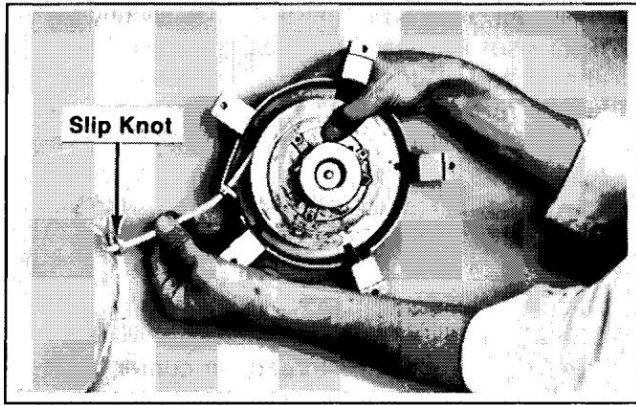

Figure 7-23. Enroulement de la corde sur la poulie.
17. Tenez fermement la poulie avec les pouces et laissez-la tourner lentement jusqu'à ce que le nœud coulant atteigne la bague de guidage de câble du boîtier. Reportez-vous à la Figure 7-23.